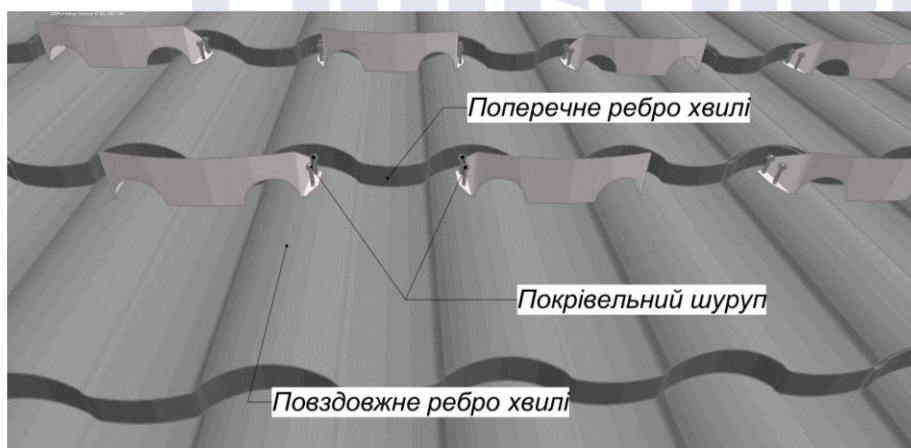

Рис.28 "Місця кріплення снігорізів"
- Снігорізи мають встановлюватися на повздовжні ребра хвилі, фіксуючись до металочерепиці чотирма покрівельними шурупами (Рис. 28).